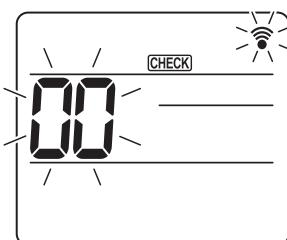
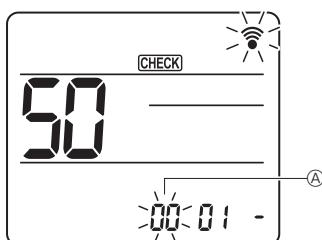
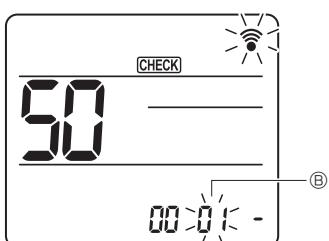
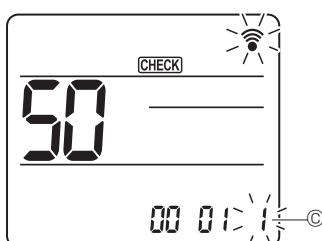

Fig. 7-18
Fig. 7-19
Fig. 7-20
Fig. 7-21
7.4.2. Mediante el mando a distancia inalámbrico (Fig. 7-18, Fig. 7-19, Fig. 7-20, Fig. 7-21)
- ① Vaya al modo de selección de función
(Inicie esta operación con la pantalla de estado del mando a distancia apagada). [CHECK] (COMPROBAR) se ilumina y "00" parpadea. (Fig. 7-18)
Pulse el botón **↓** para seleccionar el número de unidad **A**. (Fig. 7-19)
Pulse el botón **↓** para seleccionar el número de modo **B**. (Fig. 7-20)
Utilice el botón **↑** para cambiar el número de ajuste **C**. (Fig. 7-21)